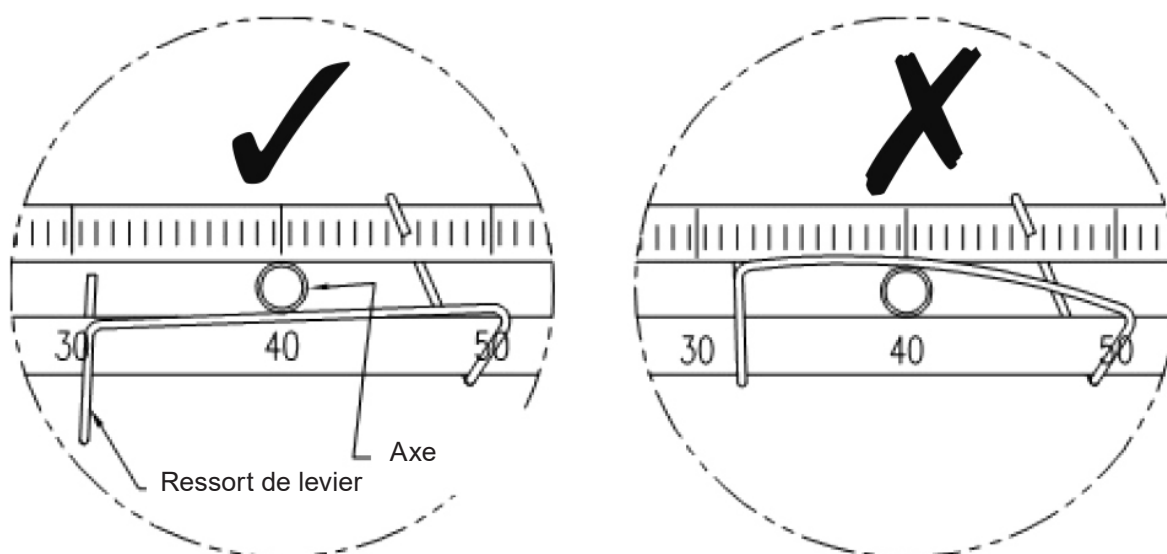

Fig. 8 - Manière appropriée d'insérer l'axe entre le levier de commande et le ressort de levier
5. Assembler le positionneur sur l'actionneur, en vous assurant que l'axe s'engage avec le levier de commande et que le ressort de tension est du bon côté de l'axe, voir Fig. 8. Déplacer le positionneur vers le haut ou vers le bas, de sorte que le levier de commande soit horizontal.